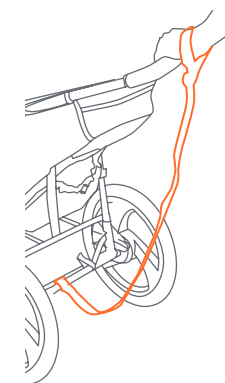
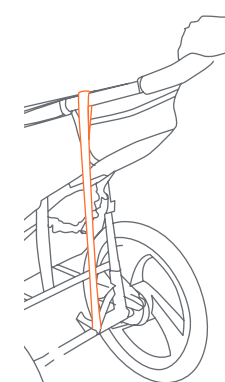

Fig. 17a
Fig. 17b
- **DRAGONNE DE SÉCURITÉ :** Toujours attacher au poignet la sangle de sécurité en faisant du jogging. Cette sangle retiendra la Poussette, dans le cas où vous tombez à la course (Fig. 17a). La sangle de sécurité doit toujours être connectée à l'arrière du cadre inférieur. Cet emplacement est utilisé pour empêcher la Poussette de basculer vers l'arrière dans le cas où vous tombez. La sangle de sécurité comprend une attache et une boucle permettant son rangement du côté gauche de la poussette lorsqu'elle n'est pas utilisée (Fig. 17b).